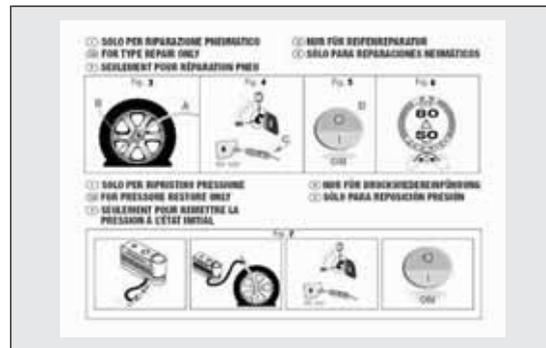

fig. 135
- pieghevole informativo (vedere fig. 135), utilizzato per un pronto uso corretto del kit di riparazione rapida e successivamente consegnato al personale che dovrà maneggiare il pneumatico trattato con il kit di riparazione pneumatici;